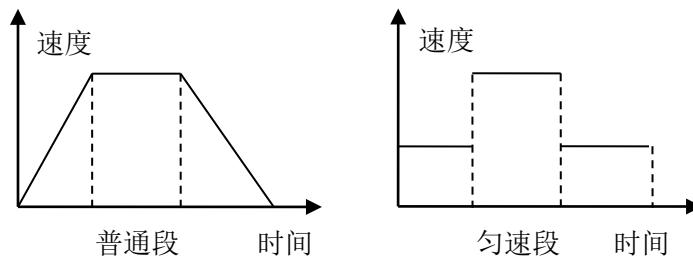

图 2-2 PT 模式匀速段类型
(2) 认识PT模式的数据段类型。如何向PT模式的FIFO中写入数据段？
- PT_SEGMENT_EVEN表示匀速段，FIFO中各段的段内速度保持不变，段内速度=段内位移/段内时间。如图2-2所示。